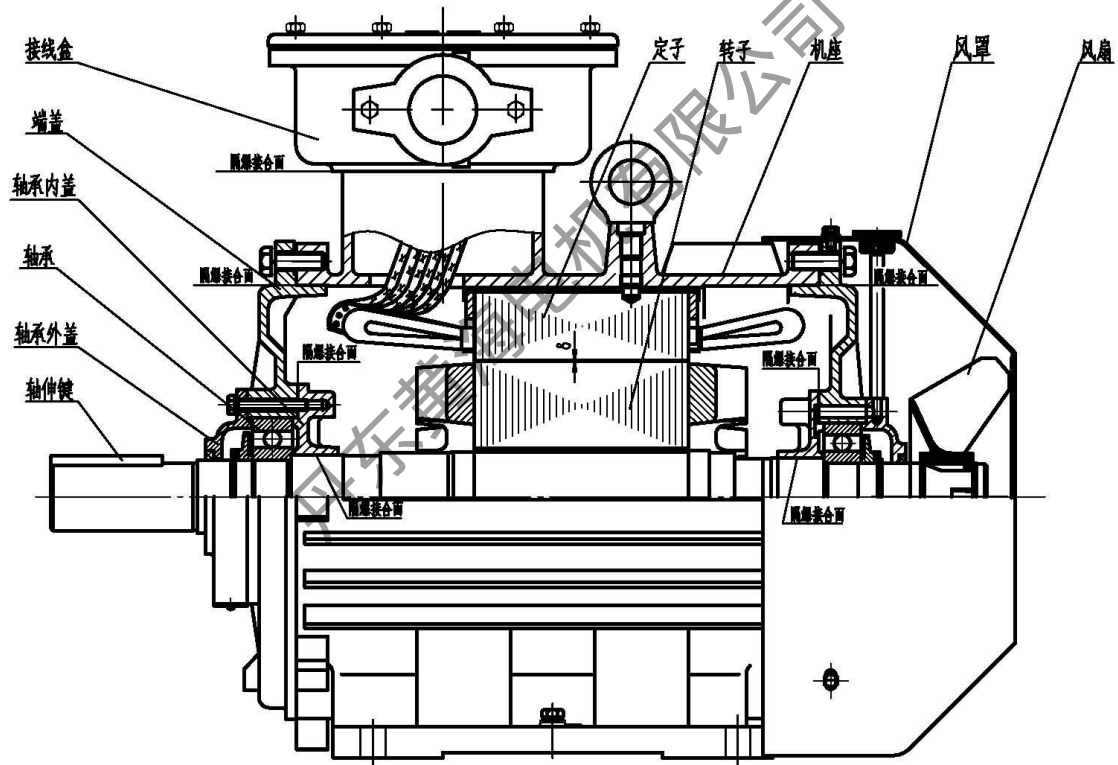
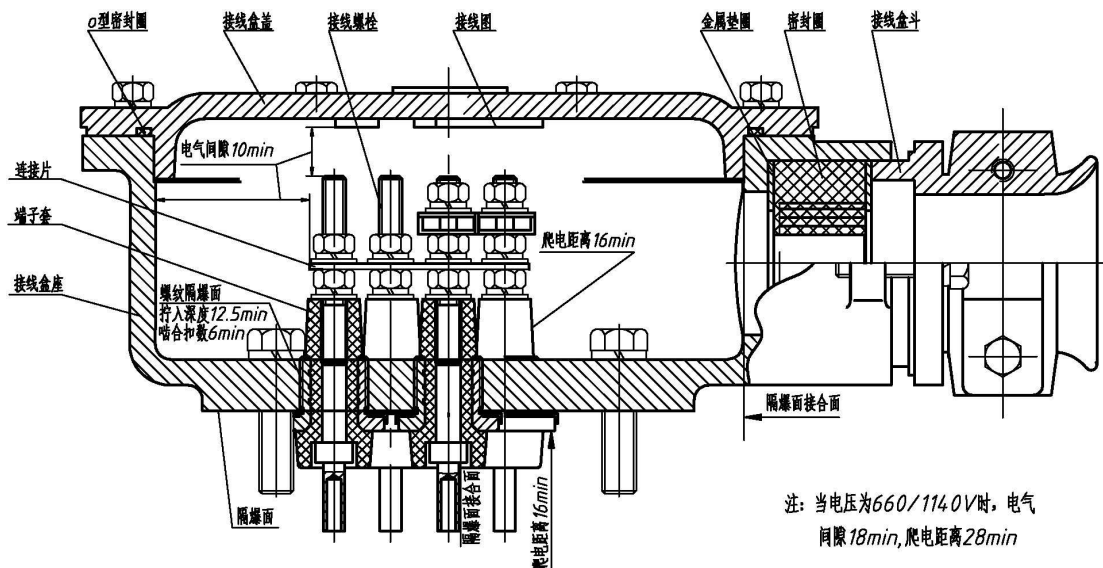

图 1 电动机主体结构图
图2 接线盒结构图
5.2.3 本系列电动机主体结构见图 1，接线盒结构见图 2。
3. 隔爆接合面的长度、间隙、接线盒内部裸露导体之间,裸露导体与金属外壳之间的电气间隙及爬电距离见图 1、图 2。